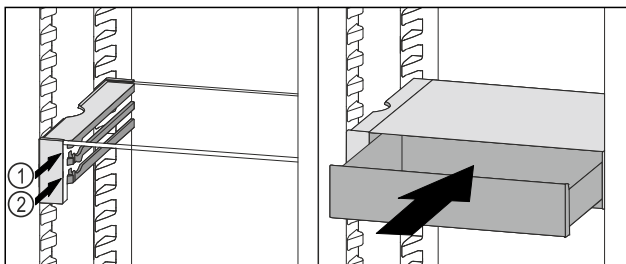

Fig. 170
- VarioSafe-Schubfach hinter den Stoppern auf gewünschter Rippe Fig. 170 (1) oder Fig. 170 (2) aufsetzen.